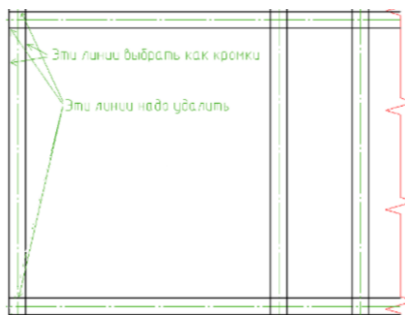

Рис. 154 – Обрезка внутренних стен
10. Обрежьте отрезки линии стен, начерченных ниже нижней линии стен. Обрежем линии внутри стен (рисунок 154). Выберите в меню команду **Редактирование** → **Обрезка**. Выберите крайние левые линии как кромки и нажмите клавишу Enter. Щелчком ЛК удалите внутренние линии и нажмите клавишу Enter. Удалите остальные внутренние отрезки.